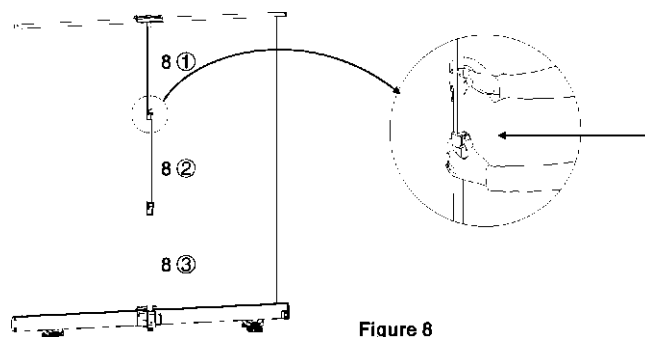

Figure 8
4. Podciągnij i zablokuj pręt przytrzymaący(8) na wybranej wysokości. Ekran jest w pełni rozwinięty. Wysokość ekranu może być dostosowana do 6 różnych poziomów poprzez wybór odpowiednich pozycji blokujących na pręcie przytrzymałym. (Figure 8)